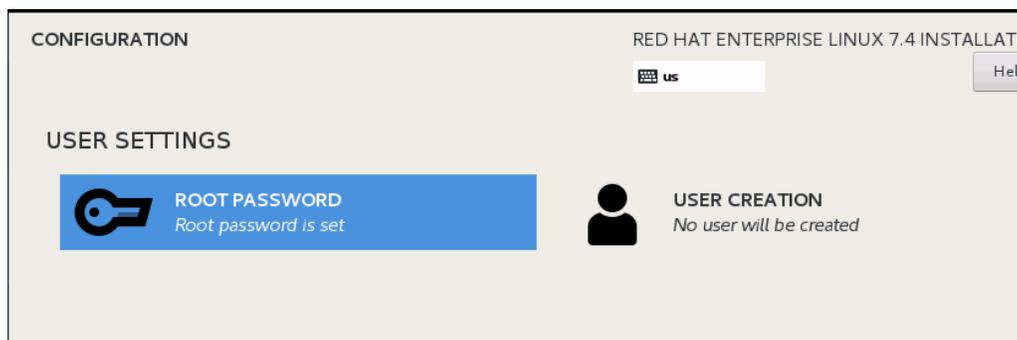

Abbildung 10-8. Konfiguration von Red Hat Enterprise Linux 7.4
8. Wählen Sie im Fenster „Configuration“ (Konfiguration) (Abbildung 10-8) die Sprache aus, die während des Installationsvorgangs verwendet werden soll, und klicken Sie dann auf **Continue** (Weiter).